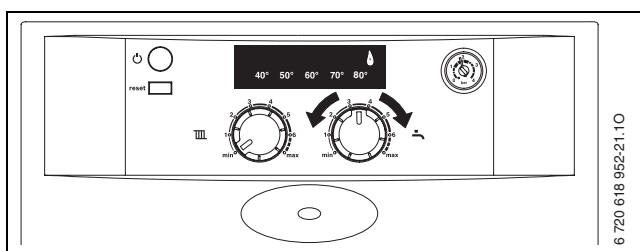

Fig. 39
- ▶ Tourner le sélecteur de température de départ chauffage **III** en position min. (→ fig. 39).